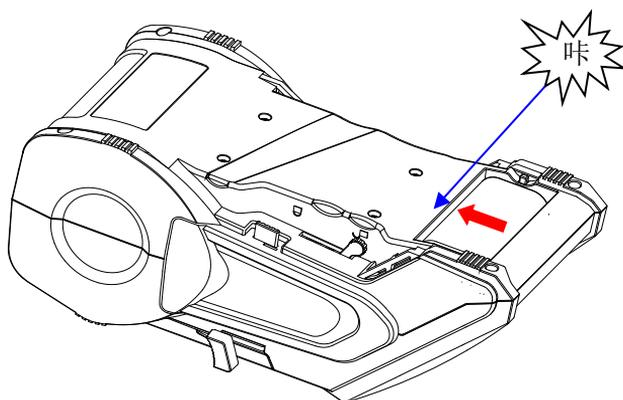

图 2-5
2. 向左滑动电池并稍用力向左推，直到听到电池释放杆咔的声响，如图 2-5。